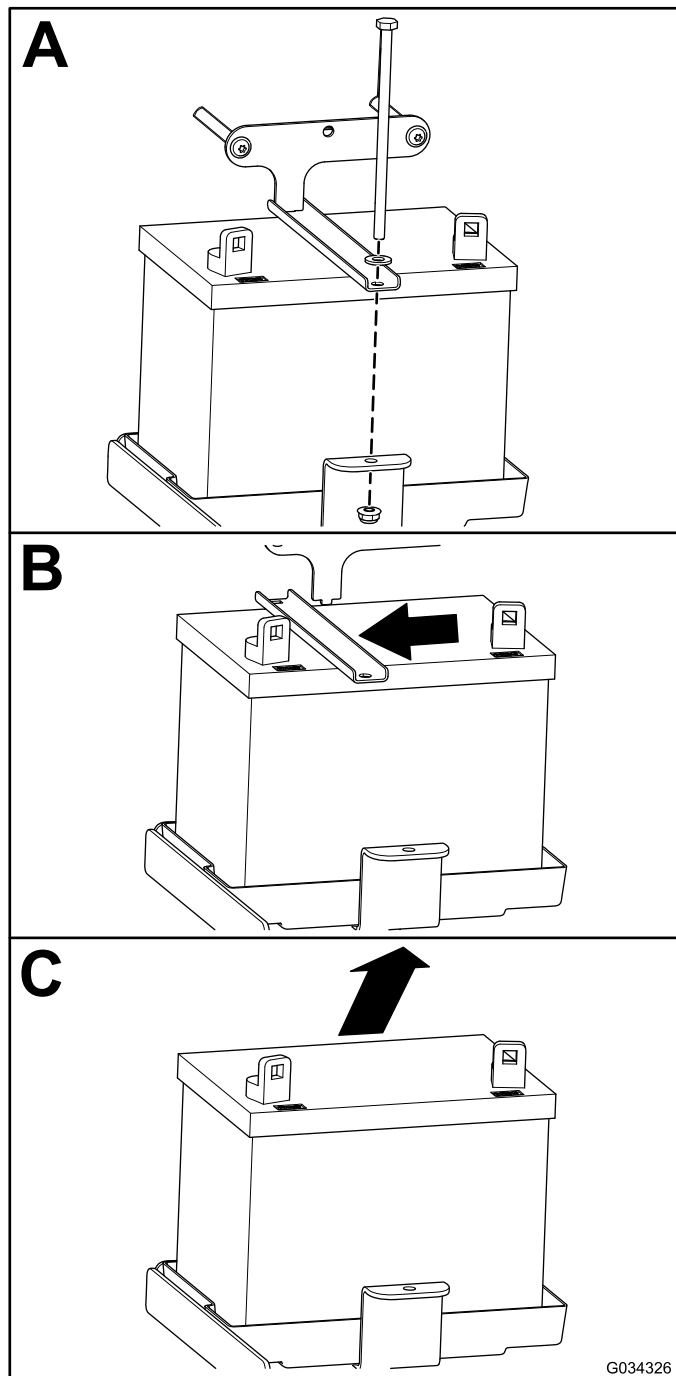

Bild 45
2. Nehmen Sie die Batterie heraus, wie in Bild 45 abgebildet.